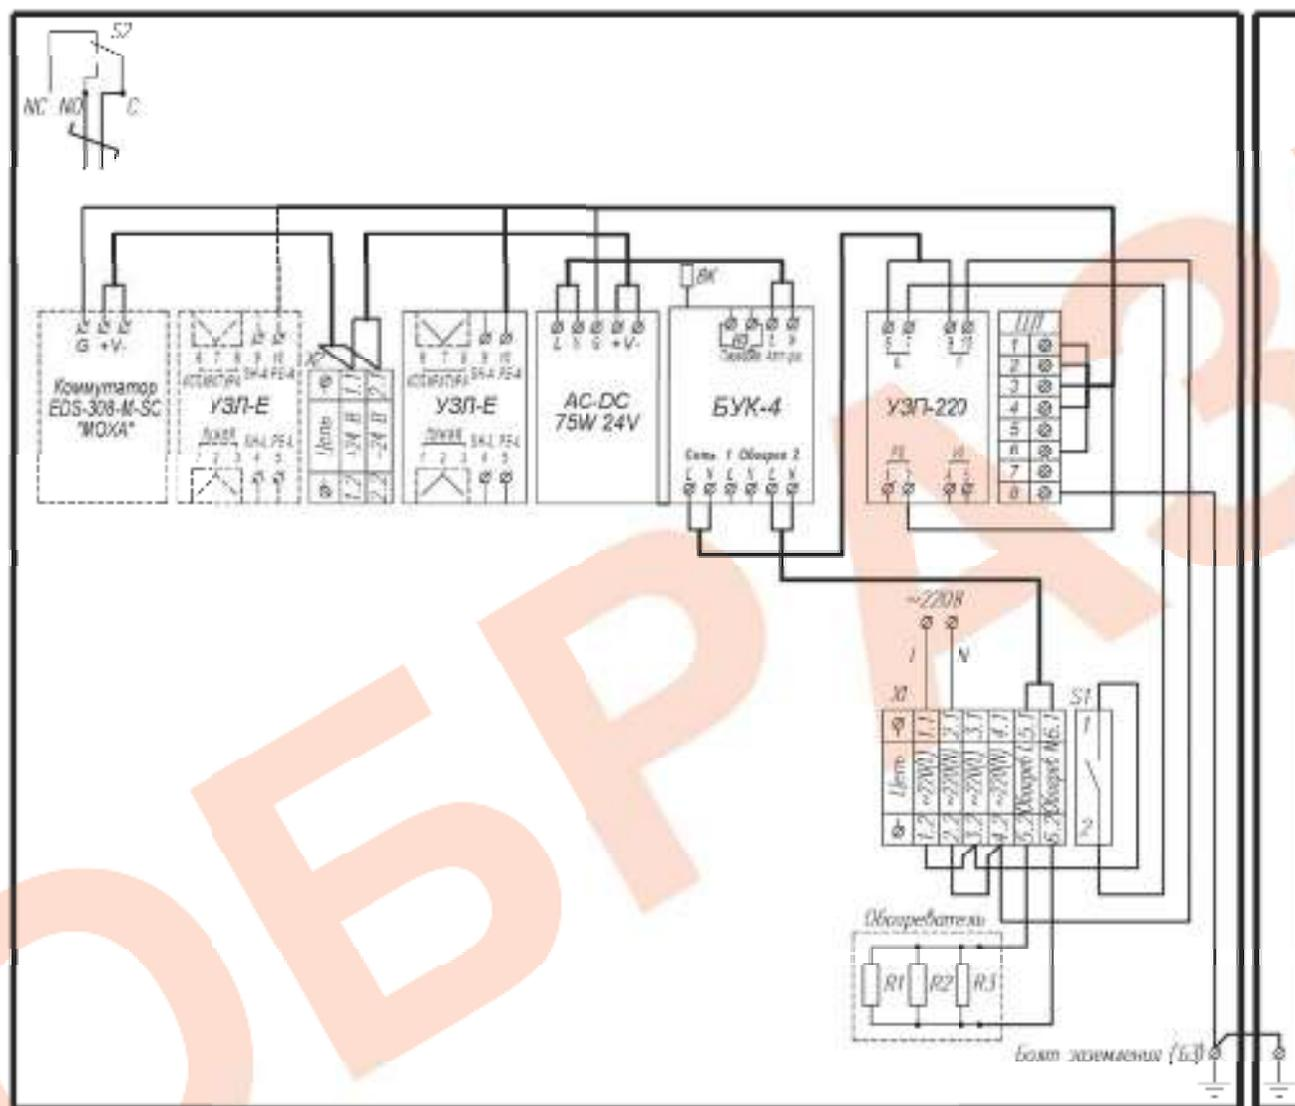

Рис.2 Схема электрическая принципиальная
1. Подключение цепей термощафа производится в соответствии со схемой электрической принципиальной (рис.2). Для подключения необходимо:
3. Подключить кабель питания IP-камеры к контактам клемм X2, соблюдая полярность (рис.2).